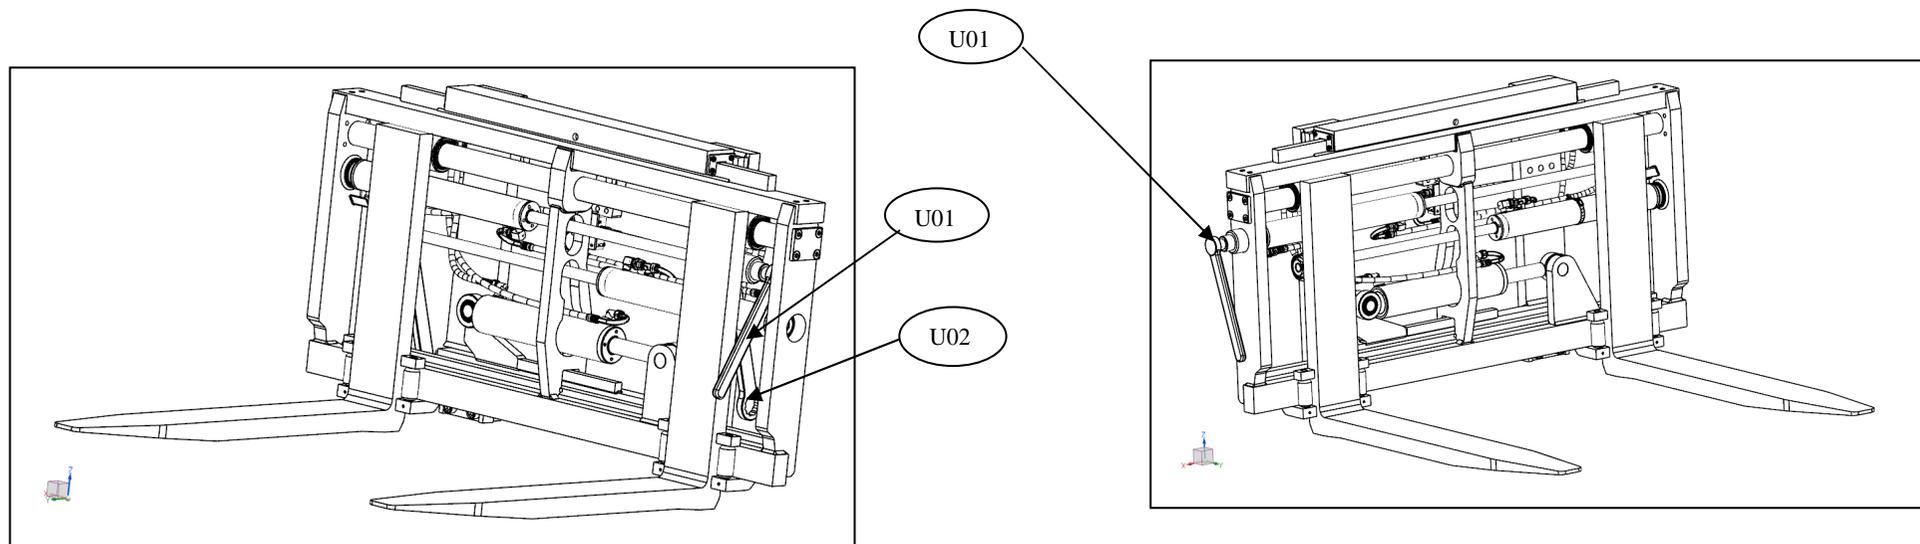

Fig 008
4.3.2 Smontaggio cilindro destro (vista cartellista) spostamento forca (Fig.008)